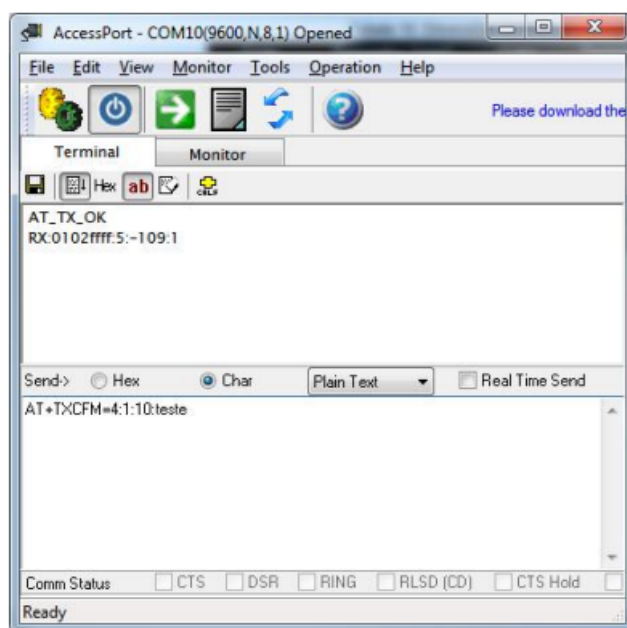

Figura 20: Envio e recebimento de dados (Everynet)
- ▶ Quando o dispositivo enviar uma mensagem do servidor, ele receberá uma mensagem que será enviada para a serial, conforme a Figura 20.